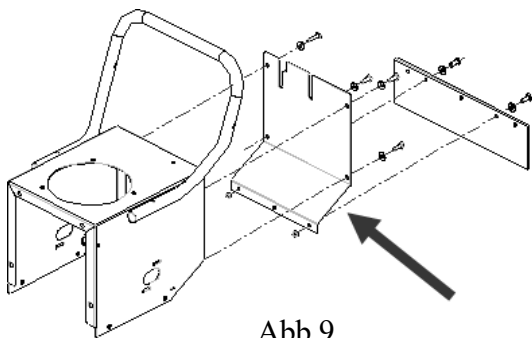

Abb.9
1. Den hinteren Verschlussdeckel der Maschine abnehmen (Abb. 9):